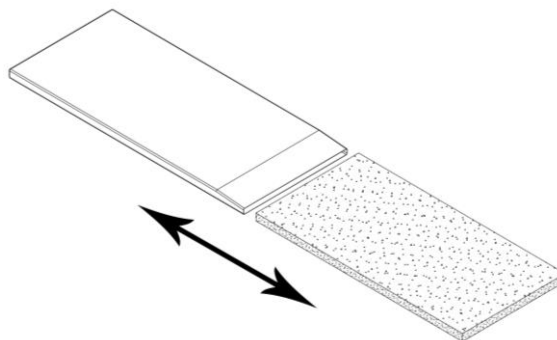

Figura 99 – Capa do colchão
1. Retire a espuma do colchão de sua capa plástica, conforme figura 99.